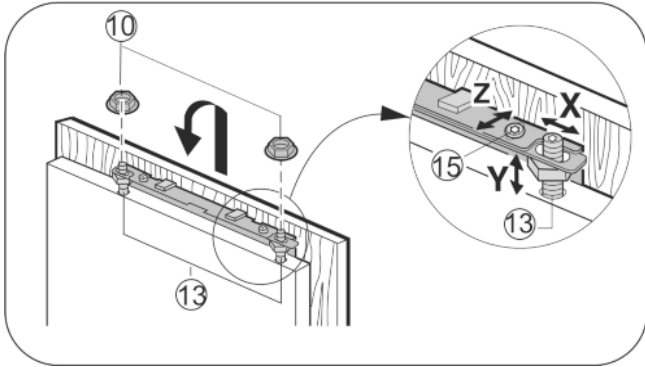

Fig. 19
- ▶ Akassza a bútorajtót a beállító csapszegre *Fig. 19 (13)* és az ellenanyákat *Fig. 19 (10)* lazán csavarozza rá a beállító csapszegre.
- ▶ A bútorajtót igazítsa be Y magasságba és az oldalirányú dőlést igazítsa ki: A beállító csapszeget *Fig. 19 (13)* egy csavarhúzóval igazítsa be.
- ▶ Húzza meg az ellenanyákat *Fig. 19 (10)*.